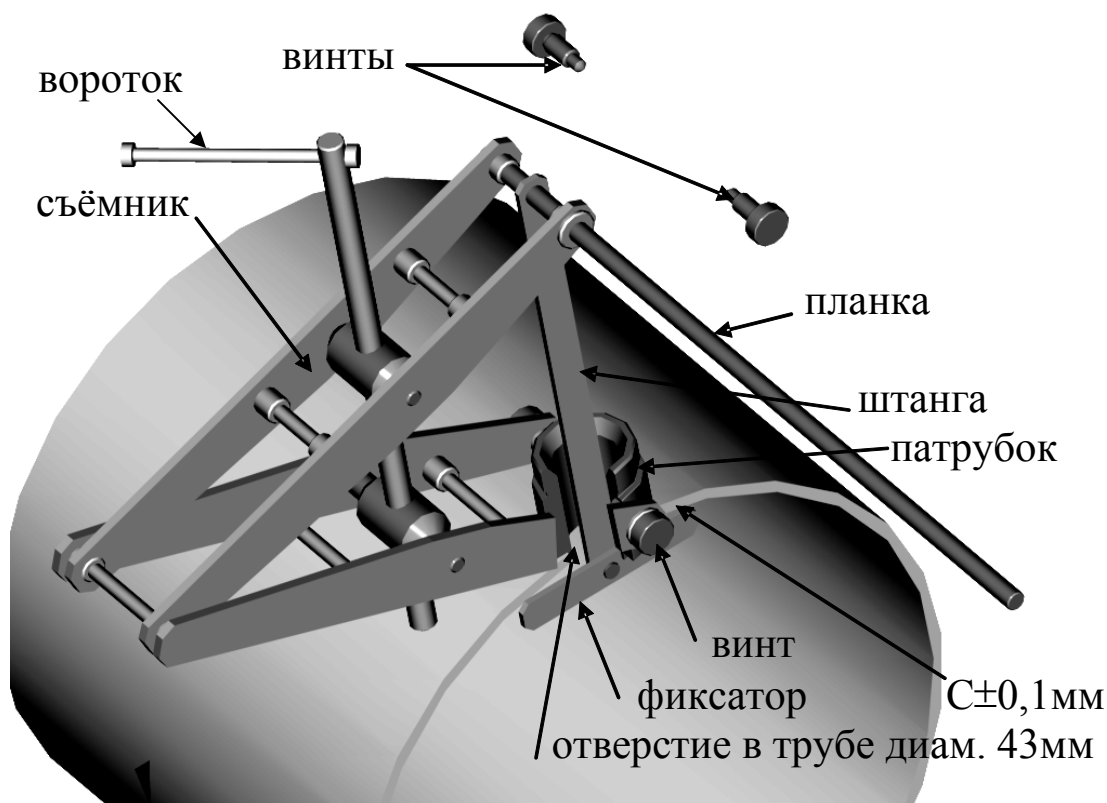

Рисунок 8 — Монтаж патрубка
2.2.4.2 Порядок монтажа патрубка, через который производится ввод в поток измеряемой среды корпуса датчика скорости (рисунок 8) осуществляется в следующей последовательности: